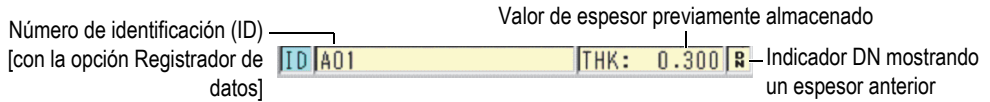

Figura 3-3 Zona de identificación (ID)
La zona de identificación (disponible con la opción Registrador de datos) está ubicada en la parte superior de la pantalla de medición y contiene el número de identificación (ID) de la medición de espesor en curso, además de los valores previamente almacenados (véase la Figura 3-3 en la página 45). El indicador de descarga (D/N) aparece cuando un valor de espesor previamente almacenado proviene de un archivo en lugar de aquel adquirido recientemente.